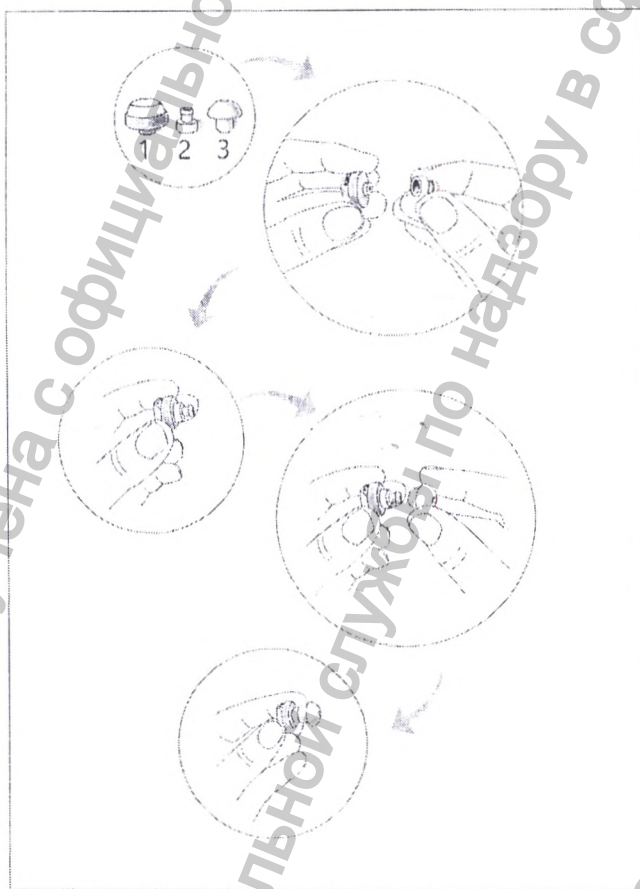

Рисунок 3 – Соединение ушного вкладыша с телефоном КСА
2.3.3.2 Стандартный ушной вкладыш устанавливается на телефон (1) с помощью переходника (2). Сначала соедините широкую часть переходника с выступающей частью телефона, плотно прижав их друг к другу. После этого наденьте вкладыш на переходник (см. рисунок 3).